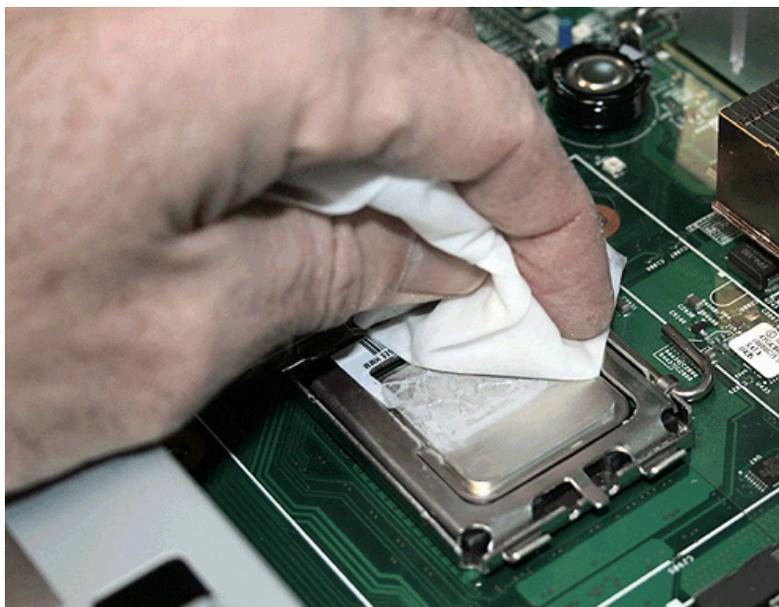

図 203. SAN ボリューム・コントローラー 2145-8G4 マイクロプロセッサからの熱伝導グリースの除去
14. 各マイクロプロセッサの上部の熱伝導グリースを、アルコールふき取り布を使用して、きれいに除去します (244 ページの図 203 を参照)。マイクロプロセッサを取り外す前に清掃しておくこと、取り扱いの作業量を軽減することができます。